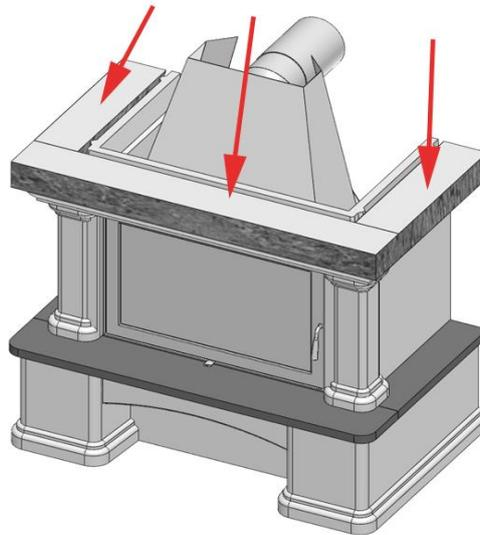

Abbildung 9: Auflegen des Montageschutzes
3. **Achten Sie auf die genaue Position des Holzbalkens, zwecks Hinterlüftung darf dieser nicht hinter die Seitenverkleidung ragen (siehe Abb.7).** Vor Auflage der Kaminhaube muss unbedingt der Montageschutz am Holzbalken aufgelegt und danach entfernt werden (siehe Abb. 9 + 11).